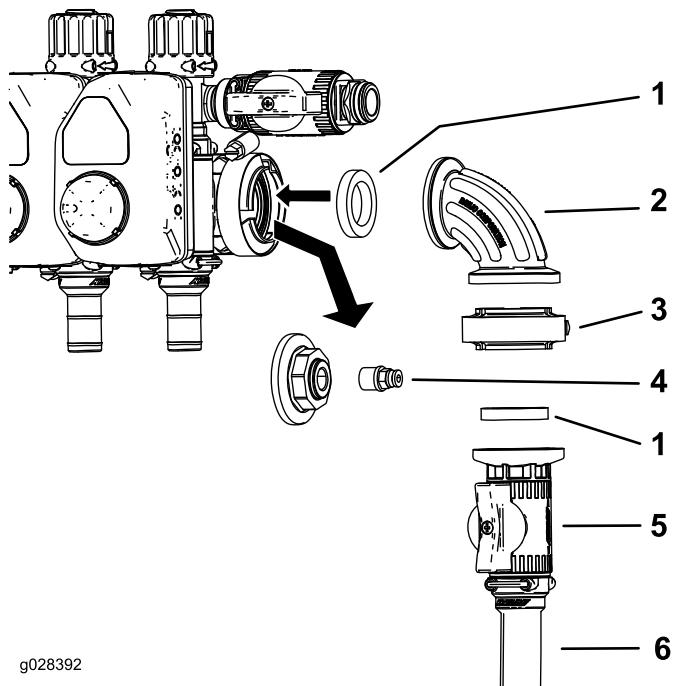
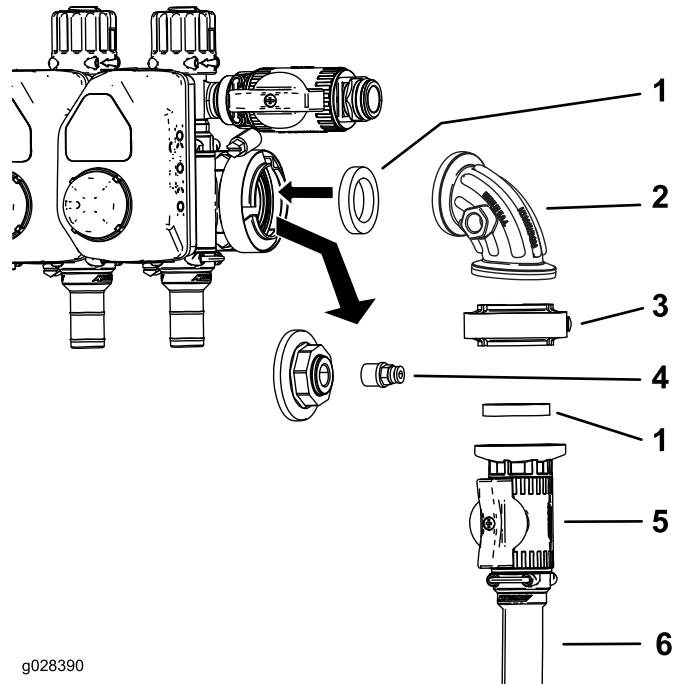

図7
図8
1. 水圧ゲージポートにエンドキャップとカップラを固定しているフランジクランプを外す図7または図8。
2. エンドキャップからカップラを外す図7と図8。
3. 制御バルブアセンブリを図7または図8のように取り付ける。
4. 90度フィッティングの空いているポートにカップラを取り付ける図7または図8。
- 注** マルチプロ 1750 と WM の 90 フィッティングの側面についているポートは図7では前側にあります図示していません。
5. ホースクランプを使って、ホースリール給液ホースを、制御バルブに取り付ける図7または図8。